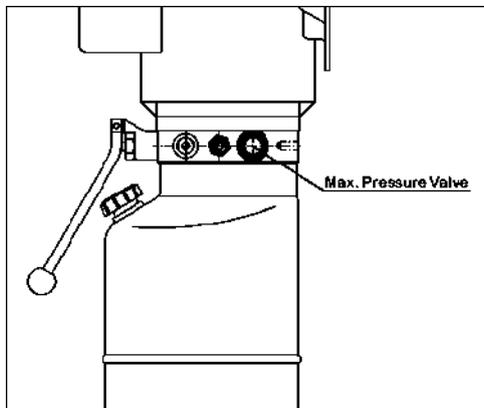

Рис. 13.
- В случае превышения норм грузоподъемности сработает клапан максимального давления на силовом блоке (Рис. 13).